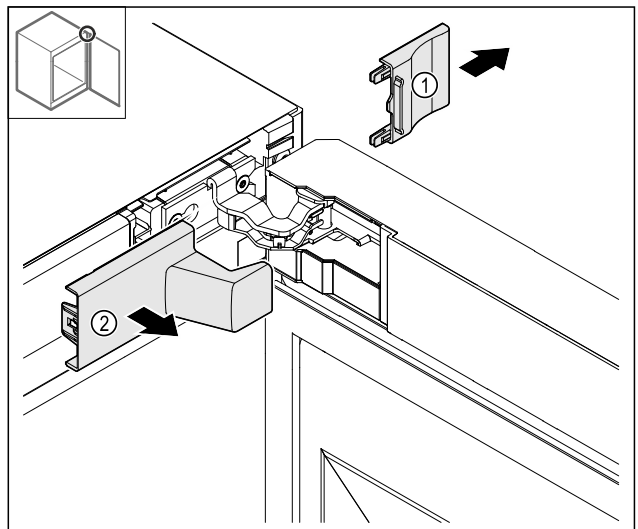

Fig. 7
- ▶ Afdekking Fig. 7 (1) en vervolgens Fig. 7 (2) verwijderen.